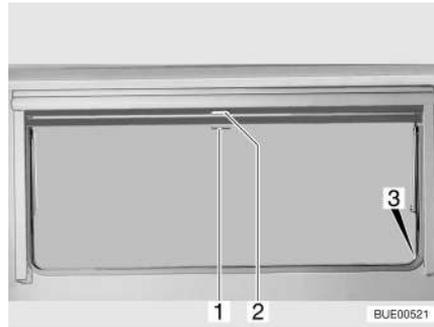

Fig. 13 Ventana abatible
- Tirar del asidero (Fig. 13,2) de la persiana oscurecedora enrollable hacia abajo. Cuando la persiana oscurecedora enrollable se cierre por completo, encajarla en el bloqueo (Fig. 13,3) a ambos lados del marco de la ventana.
- Cuando la persiana oscurecedora enrollable está completamente cerrada: Presionar el tirador (Fig. 13,2) hacia abajo y tirarlo ligeramente hacia dentro. Desenganchar la persiana oscurecedora enrollable de los bloques a izquierda y derecha del marco de la ventana.
- Cuando la persiana oscurecedora enrollable se encuentre en una posición intermedia: Tirar ligeramente del asidero (Fig. 13,2) hacia abajo, hasta que se hay soltado el bloqueo.
- Tirar hacia abajo de la mosquitera enrollable (Fig. 13,1) y engancharla en el bloqueo (Fig. 13,3) a ambos lados del marco de la ventana.
- Presionar el tirador (Fig. 13,1) hacia abajo y tirarlo ligeramente hacia dentro. Desenganchar la mosquitera enrollable de los bloques a izquierda y derecha del marco de la ventana.